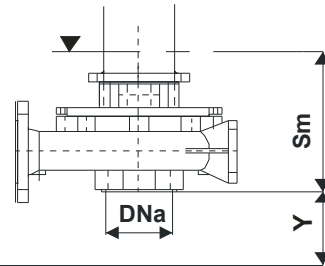

Fig. 2: Riferimenti per il calcolo della quota di adescamento
2. Avviare la pompa solo dopo averla immersa nel liquido per una profondità tale da garantire un corretto adescamento (vedi tab.1 e fig.2).